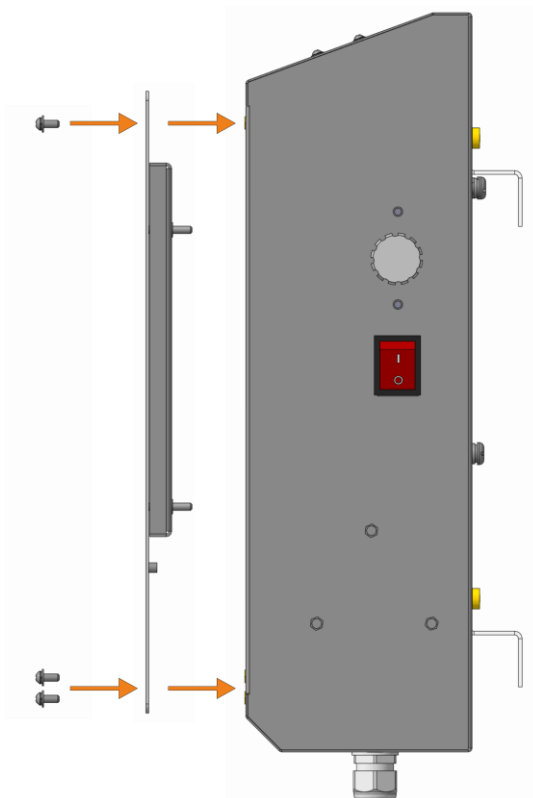

Рисунок 10 – Установка крышки изделия
5) надеть обратно крышку изделия (см. рисунок 10).